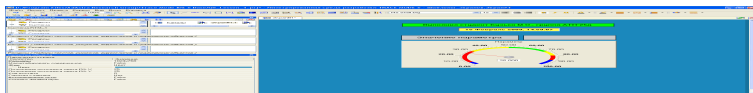

Рис. 1
4.2.1. Створити **ГЕ Текст**, змінити його властивості приблизно, як показано на рис. 1.